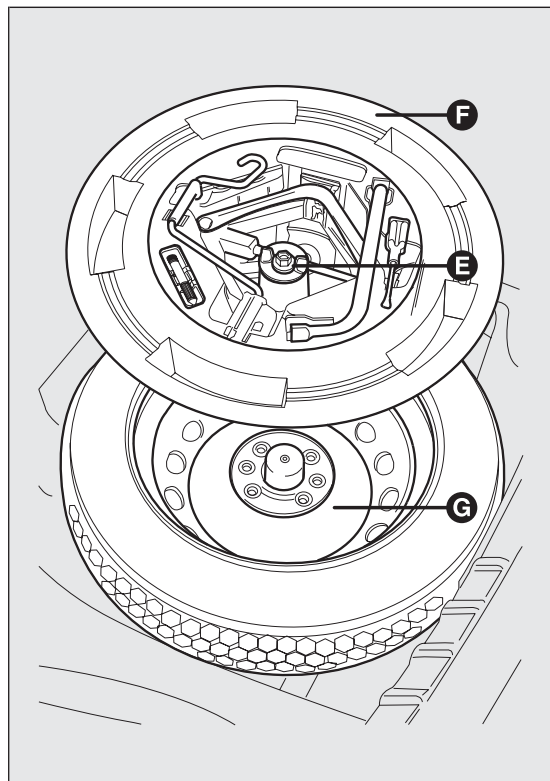

fig. 142
- ☐ svitare il dispositivo di bloccaggio E fig. 142;
- ☐ per versioni dotate di ruotino di scorta occorre invece svitare il dispositivo di bloccaggio E fig. 142, prelevare il contenitore attrezzi F, portarlo vicino alla ruota da sostituire e successivamente prelevare il ruotino di scorta G;